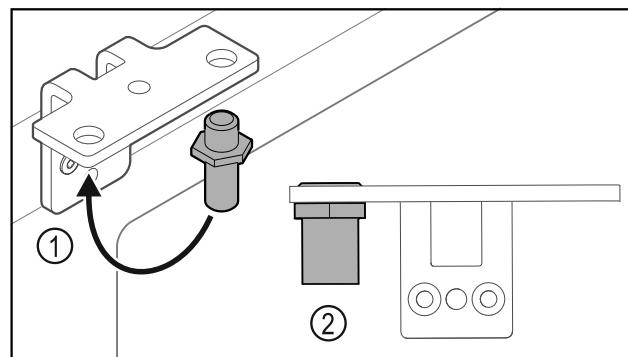

Fig. 31
- Переставьте палец Fig. 31 (1) в шарнирном уголке.
- Затяните палец Fig. 31 (2) с **моментом 12 Нм**.